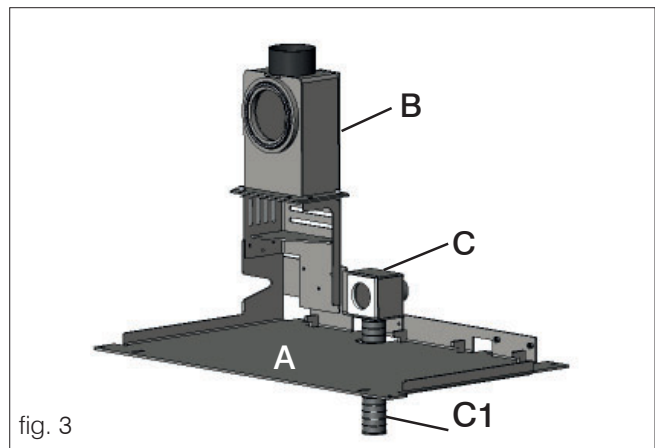

fig. 3
- Faire glisser le conduit de cheminée (non fourni) dans le conduit des fumées (B) et le tuyau Ø 40 mm (C1 - non fourni) dans le conduit d'air primaire (C). Le tuyau Ø 40 mm (C1 - non fourni) peut être installé sous la plaque de base (A) voir fig. 3.